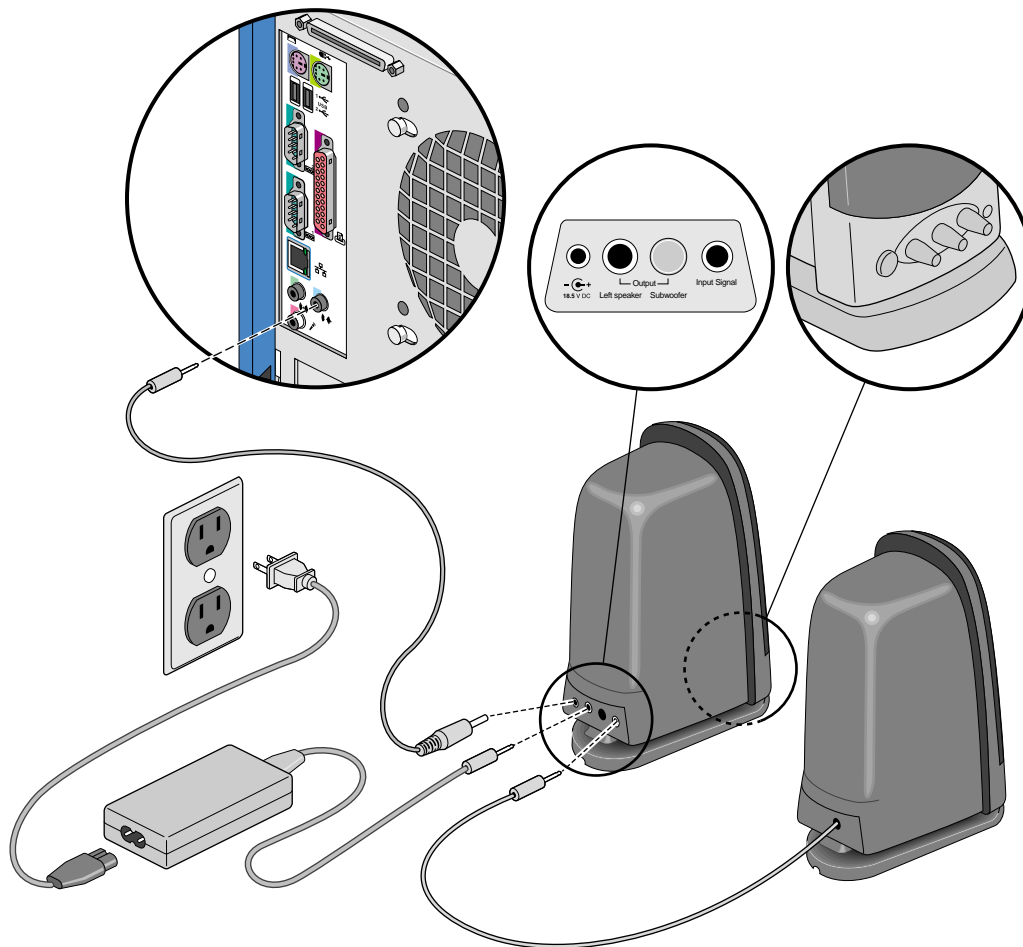

図 1-9 スピーカーの接続
6. スピーカーをシステムに接続するには、次の指示に従ってください。図 1-9 に、その手順を図示します。
- c. 図 1-9 に示すように、右スピーカーを左スピーカーに接続します。